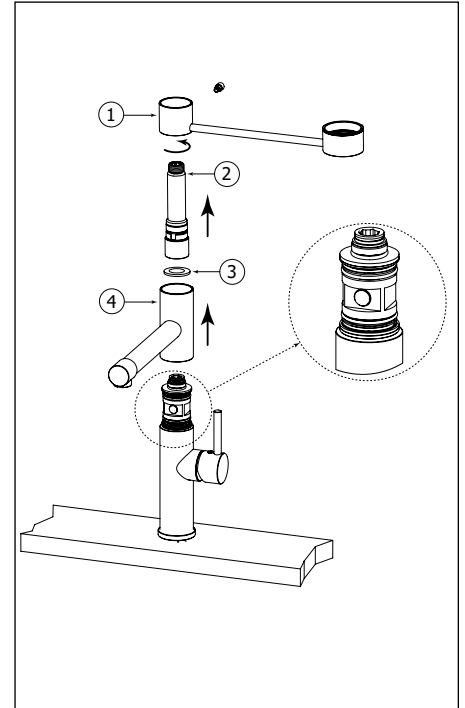

Fig.6
Disassemble the shower hose and handset support bracket (1). Unscrew the top section of the column (2) and remove plastic seal (3). Pull off the spout. Change the O rings and re-assemble. Fig.6.
Désassembler le flexible de douche et le support de douchette (1). Dévisser la partie du haut de la colonne (2) et enlever le joint en plastique (3). Retirer le robinet. Changer les joints thoriques et réassembler. Fig.6.